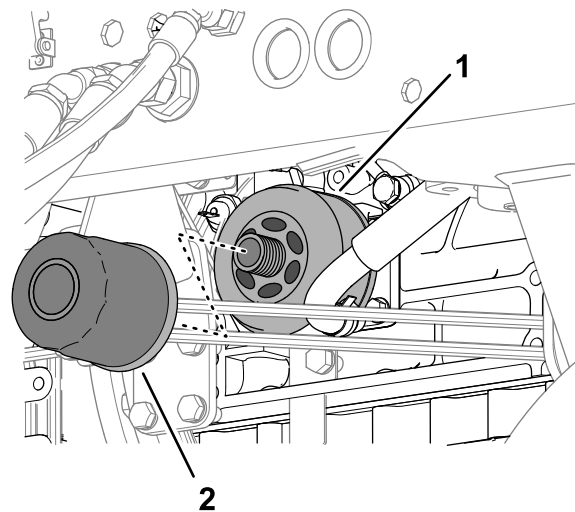

Figura 115
- Retire el filtro de aceite girándolo en sentido antihorario (Figura 115).